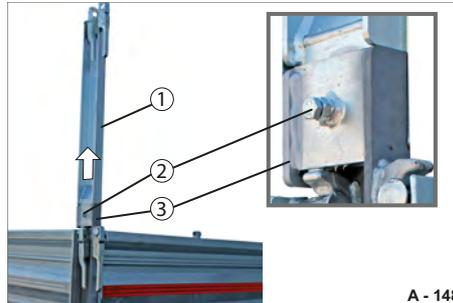

Abb. 154 Eckrungen demontieren
- ▶ Schrauben Sie die Sechskantschraube (Abb. 154/2) ab.
- ▶ Ziehen Sie die Eckrung (Abb. 154/1) des Stahlgitteraufbaus aus der Eckrung (Abb. 154/3) der Grundbordwand heraus.